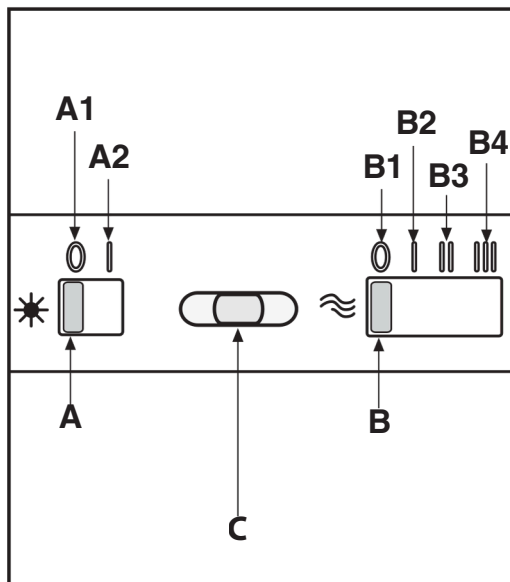

Fig.7
Det minimala avståndet mellan kokkärlens underlag på kokhällen och spisfläktens nedre del måste vara minst **65 cm**. i det fall ett anslutningsrör används som består av två eller flera delar, måste den övre av delarna träs utanpå den undre delen. Anslut inte kåpans utloppsrör till luftkanaler i vilka varmluft cirkulerar, eller kanaler som används för att evakuera rök från apparater som drivs med annan typ av energi än elektrisk energi. För att förenkla handhavandet av apparaten ska antifettfiltret/-en tas ur innan monteringsmomenten påbörjas (Fig.7).
- **Kommandoknappar (Fig.7) slider:**